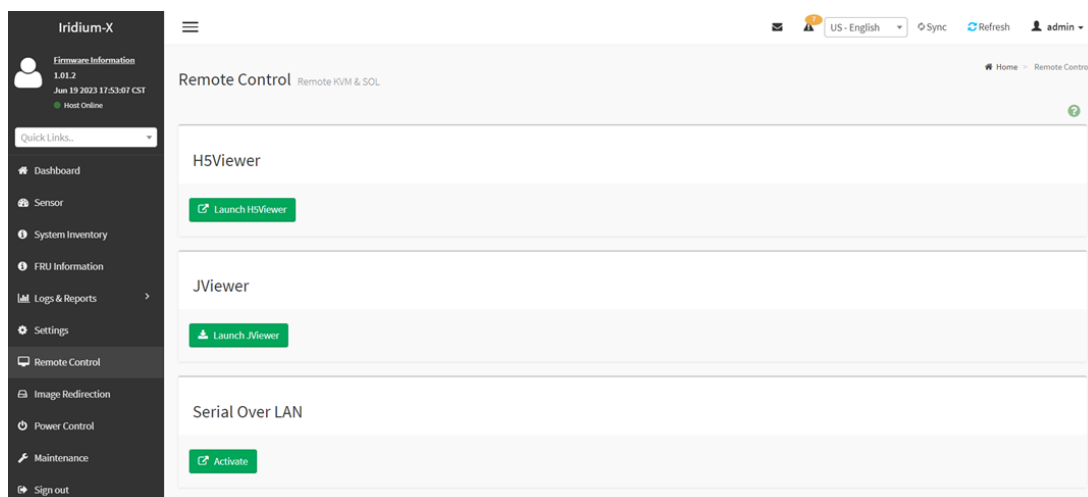

Рисунок 41 - Раздел «Remote Control»
6) Раздел «Remote Control» содержит вкладки с вариантами подключения к удаленному экрану по KVM или SOL (см. Рисунок 41).